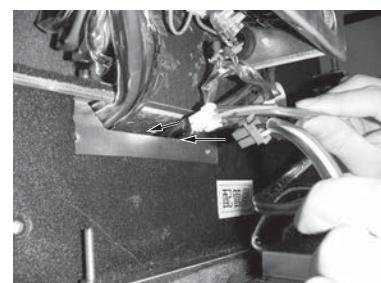

図22
- (3) 自動昇降パネルのベーンモーターリード線（2本：コネクター色（ミドリ）（シロ））を昇降キットとユニット本体間の穴に通してください。（図22）